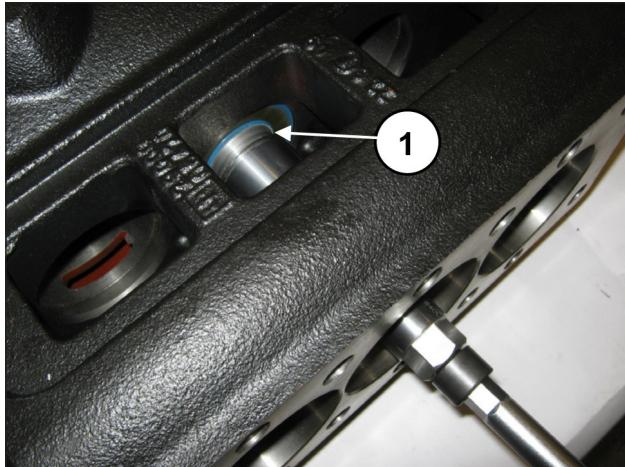
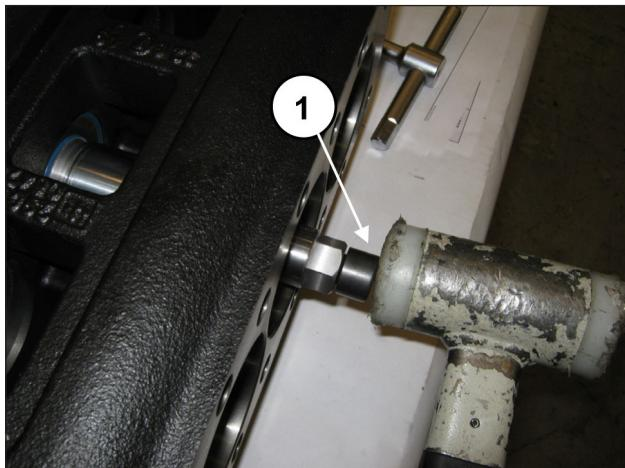

Abb. 34
Abb. 35
Setzen Sie das Werkzeug zwischen Schaft und Lippe des Ölabstreifings ein (Pos. ①, Abb. 34) und treiben Sie mit dem Schlagwerk den konischen Teil in den Ölabbreifring (Pos. ①, Abb. 35).